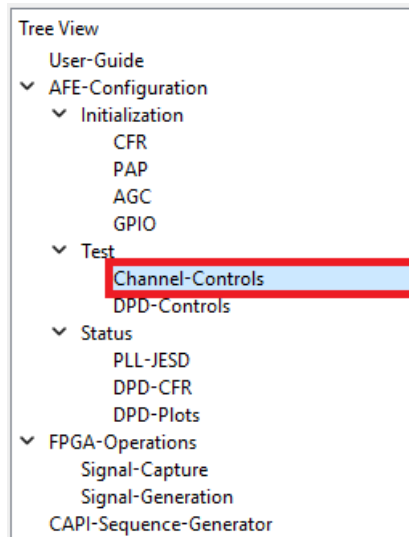

图 3-17. 切换到 Latte 中的 Channel Controls 选项卡
10. 点击树视图下的 *TX-Test*，如 图 3-17 所示。